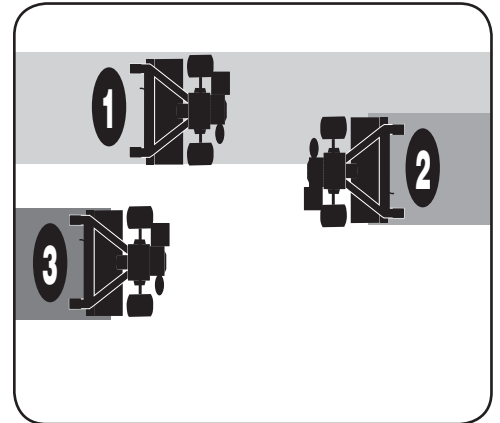

Figure 4-7
- Si las dimensiones del jardín no permiten la labranza en sentido longitudinal y luego en sentido transversal, traslape las primeras pasadas por la mitad del ancho de la cultivadora, continuando con sucesivas pasadas a un cuarto del ancho. Vea la “Figure 4-7”.